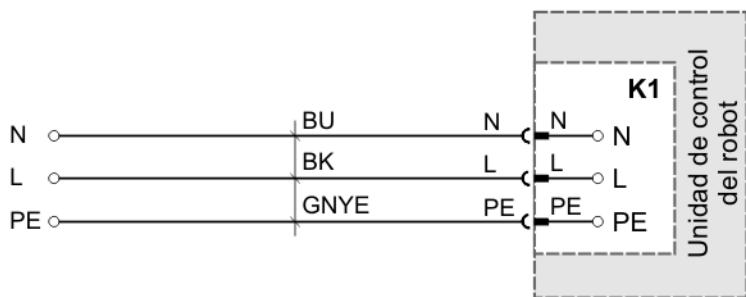

Fig. 8-5: Conexión a la red
| Procedimiento | <ol style="list-style-type: none"> 1. Introducir el conector de aparatos fríos del cable de conexión de aparato en la unidad de control del robot. 2. Conectar la unidad de control del robot a la red por medio del conector de red. 3. Conectar la unidad de control del robot a la red de abastecimiento con el punto de estrella puesto a tierra conforme a (>>> Fig. 8-5). <ul style="list-style-type: none"> ■ verde/amarillo (GNYE) al PE de la red de abastecimiento ■ azul claro (BU) al cable neutral de la red de abastecimiento ■ negro (BK) al cable de tensión de la red de abastecimiento |